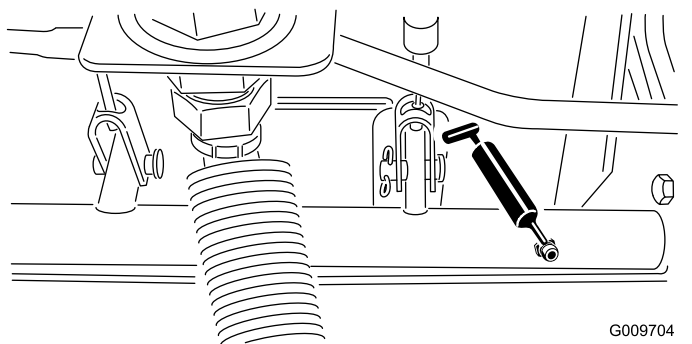

Figure 41
- Roulements d'axes de pivots de freins (5) (Figure 41)